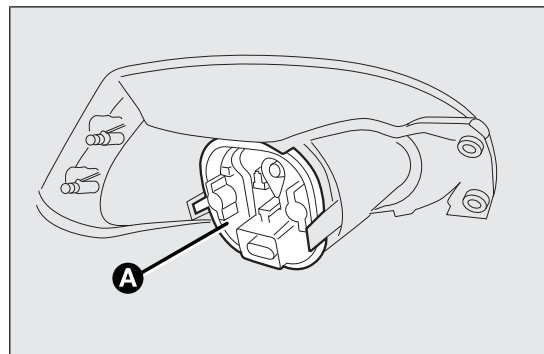

fig. 149
- ❑ débrancher le connecteur électrique et déposer, en agissant sur les trois ailettes de fixation, le couvercle de protection A fig. 149. Procéder ensuite au remplacement de l'ampoule en objet.